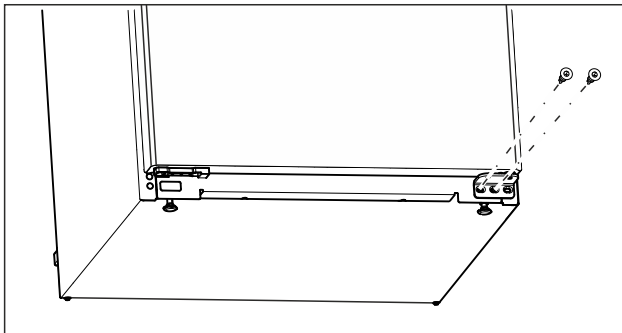

Fig. 14
- ▶ Отвийте централните винтове на долната лагерна стойка с отвертка Torx 20. (виж Fig. 14)
- ▶ Отвийте вътрешните винтове на долната лагерна стойка с отвертка Torx 20. (виж Fig. 14)